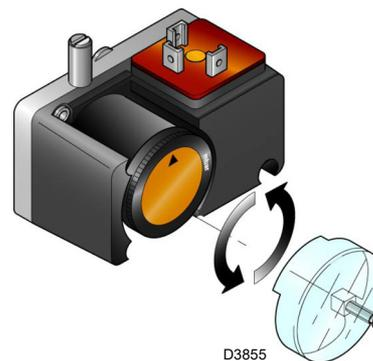

Fig. 35
- Régler le pressostat pour le contrôle d'étanchéité (Kit PVP)(Fig. 35 à la page 38), si présent, conformément aux instructions fournies avec le kit.
Régler le pressostat pour le contrôle d'étanchéité (Kit PVP)(Fig. 35) si présent, conformément aux instructions fournies avec le kit.